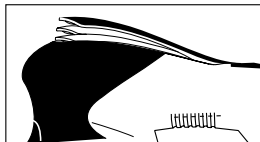

Figura 4
2. Velocidades intermédias entre zero e a velocidade máxima escolhida podem ser usadas com o posicionamento intermédio da patilha de funcionamento-*ver figura 4*